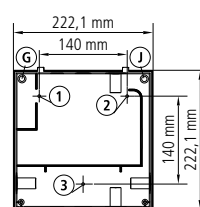
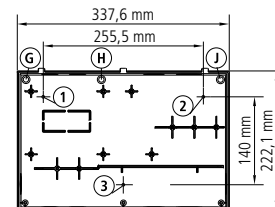

FIG.3a
FIG.3b
- Percer les 3 trous de fixation du boîtier sur les centres marqués 1, 2, 3 (Fig. 3a ou Fig. 3b).
- Terminer de percer les trous G, H, J avec un foret de 4 mm (Fig. 3a ou Fig. 3b).
- Assembler le frontal avec le boîtier à travers le panneau et serrer les vis de 45 mm à travers les trous D, E, F, G, H, J (Fig.3a ou Fig.3b).